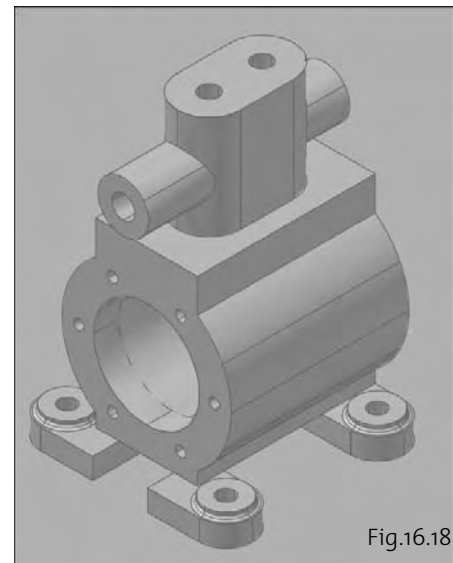

Fig.16.18
- 12 Effectuez une union entre la partie supérieure du support et la partie centrale (fig.16.18).